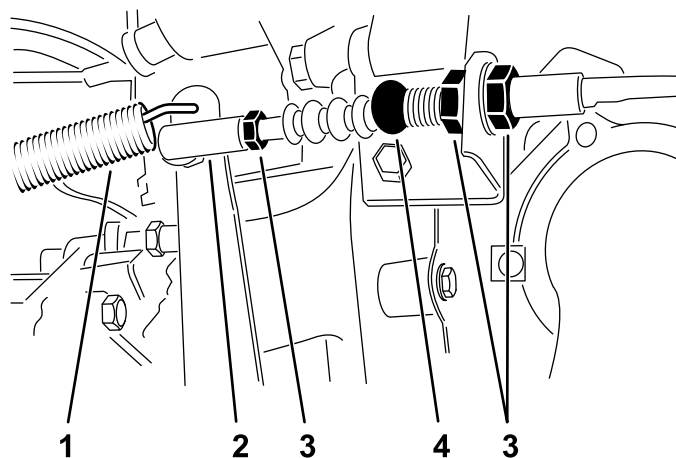

Bild 64
1. Lösen Sie die Klemmmuttern, mit denen das Kupplungskabel an der Halterung am Glockengehäuse befestigt ist (Bild 64).